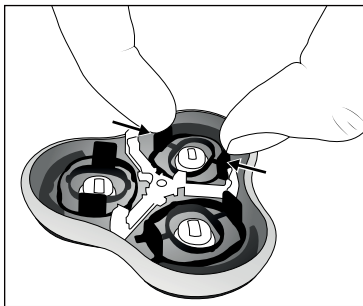

Abb. 3
- 2) Drücken Sie jeweils die beiden vorstehenden Laschen zusammen und lösen Sie die schwarzen Halterungen der Scherköpfe aus den Arretierungen (siehe Abb. 3). Sie können die Scherköpfe und die Messer nun entfernen.